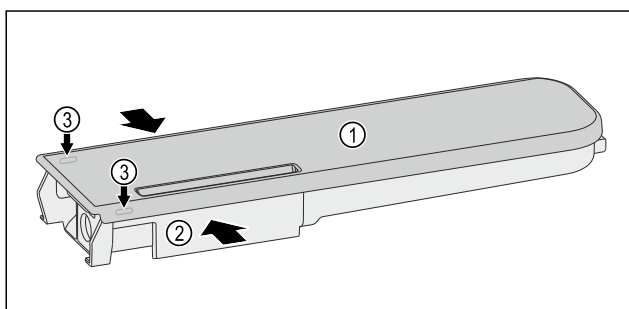

Fig. 166
- ▶ Stisnite spremnik za vodu Fig. 166 (2), pažljivo podignite poklopac Fig. 166 (1) preko zasuna Fig. 166 (3) i ga povucite prema gore.
- ▶ Poklopac Fig. 166 (1) lagano pomičite amo-tamo i izvadite ga prema gore.